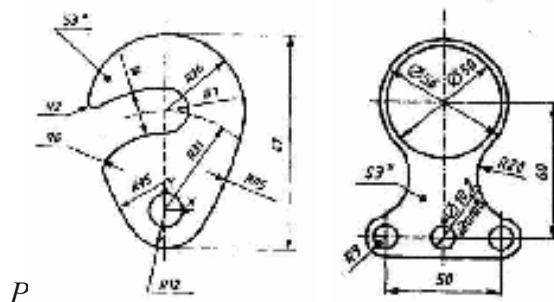

Рисунок 62
**ЗАДАНИЕ.** Построить детали крюка рис. 62 и подвески рис. 62 по заданным размерам с использованием сопряжений и примера, рассмотренного в упражнении 1.